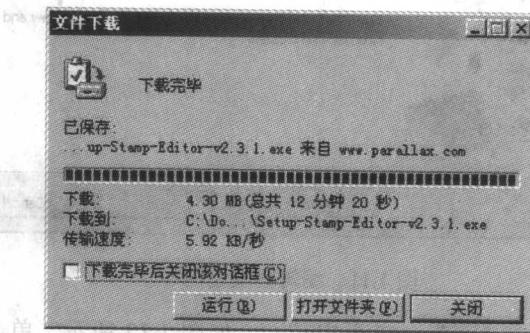

图 1.9 下载完成对话框
- 如果 BASIC Stamp 编辑器安装软件是从网站上下载的，那么单击下载完成窗口中的“运行”按钮，如图 1.9 所示。